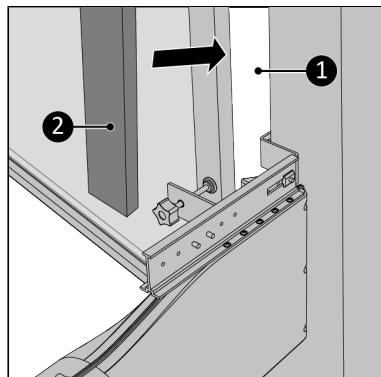

Figure 170.
16. Serrez soigneusement la vis de fixation sur le cadre de la fenêtre (Figure 170, pos. 1).
17. Comblez les espaces vides (Figure 170, pos. 1) avec la mousse d'isolation fournie (Figure 170, pos. 2), découpez la mousse si nécessaire*.